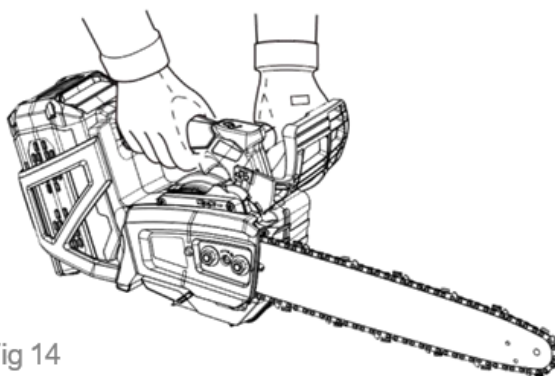

Fig 14
- Segure e controle a motosserra com a mão esquerda na pega frontal e a mão direita na pega traseira; envolva as pegas com o polegar (Fig. 14).